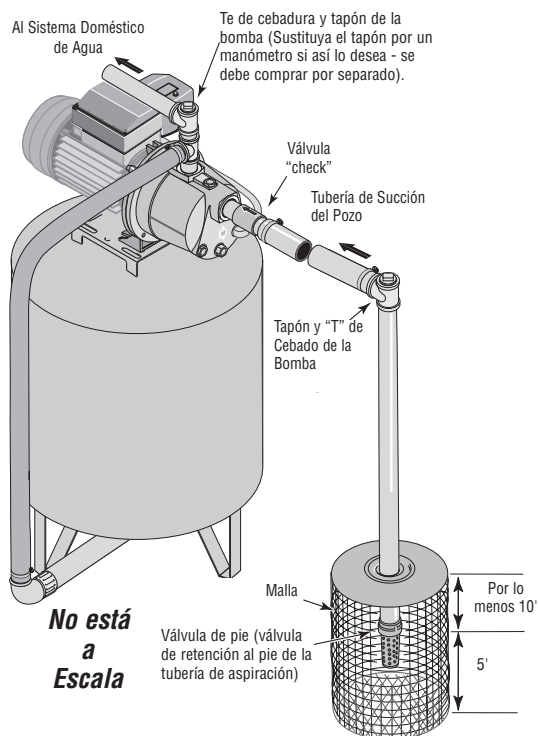

Figura 3: Instalación para agua superficial
INSTALACION PARA AGUA SUPERFICIAL (FIGURA 3)
2. Instale una válvula de retención y la tubería de succión (vea la Figura 3). Asegúrese de que la válvula de retención funcione libremente. Utilice cinta de teflón o un compuesto a base de teflón especial para juntas de tuberías den las juntas roscadas de la tubería. Proteja la conexión de la válvula de retención de peces, basura, etc., con la instalación de una malla de alambre a su alrededor (Vea la Figura 3).
4. Instale una "T" para cebar, tapón para cebar y la tubería de succión a la bomba (vea la Figura 3). Soporte la tubería para que no haya inclinaciones verticales o hundimientos en ella a fin de que no ejerza tensión sobre el cuerpo de la bomba y con el propósito de que no se incline ligeramente hacia arriba desde el pozo hacia la bomba (los puntos altos pueden ocasionar que se formen bolsas de aire que pueden bloquear la bomba). Selle las juntas de la tubería de succión con cinta de teflón o con un compuesto a base de teflón especial para juntas de tuberías. Las juntas deben ser estancas al aire e impermeables. **Si la tubería de succión pudiera succionar aire, la bomba no podrá sacar agua del pozo.**